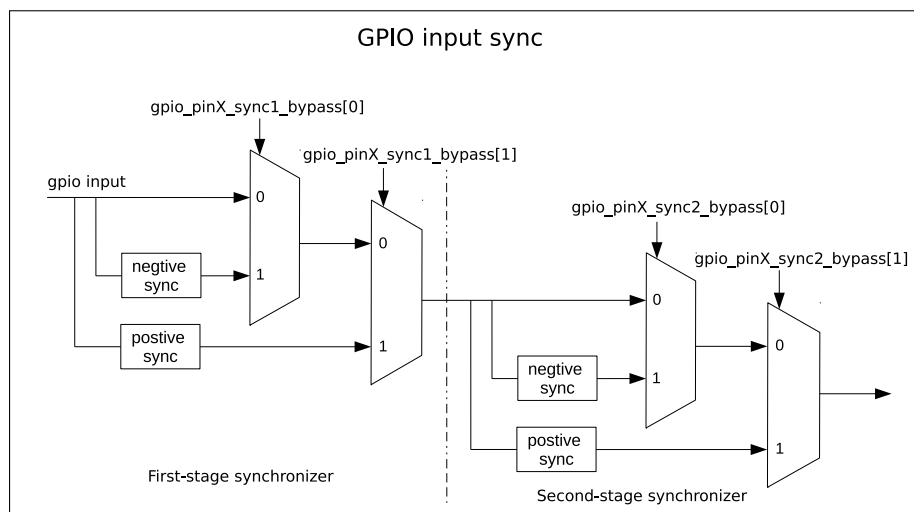

图 5.4-1. GPIO 输入经 APB 时钟上升沿或下降沿同步
GPIO SYNC 模块的功能如图 5.4-1 所示。其中，negative sync 为 GPIO 输入经过 APB 时钟的下降沿同步，positive sync 为 GPIO 输入经过 APB 时钟上升沿同步。
- 如图 5.4-1 所示，配置 GPIO_PIN x _SYNC1_BYPASS 使能输入信号第一拍为上升沿或下降沿同步。
- 如图 5.4-1 所示，配置 GPIO_PIN x _SYNC2_BYPASS 使能输入信号第二拍为上升沿或下降沿同步。